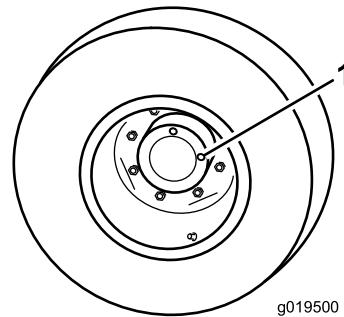

Figure 38
bouchon de contrôle (Figure 38) soit à la position 12 heures et l'autre à la position 3 heures.
1. Bouchon de contrôle/vidange (2)
2. Retirez le bouchon qui est à la position 3 heures (Figure 38). Le niveau d'huile doit atteindre le bas de l'orifice de contrôle.